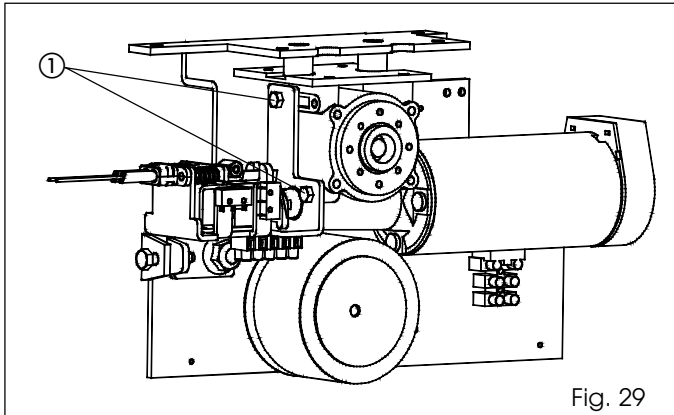

Fig. 29
- Fixer le verrouillage du moteur avec les deux boulons fournis d'après la figure 29 réf. ①.